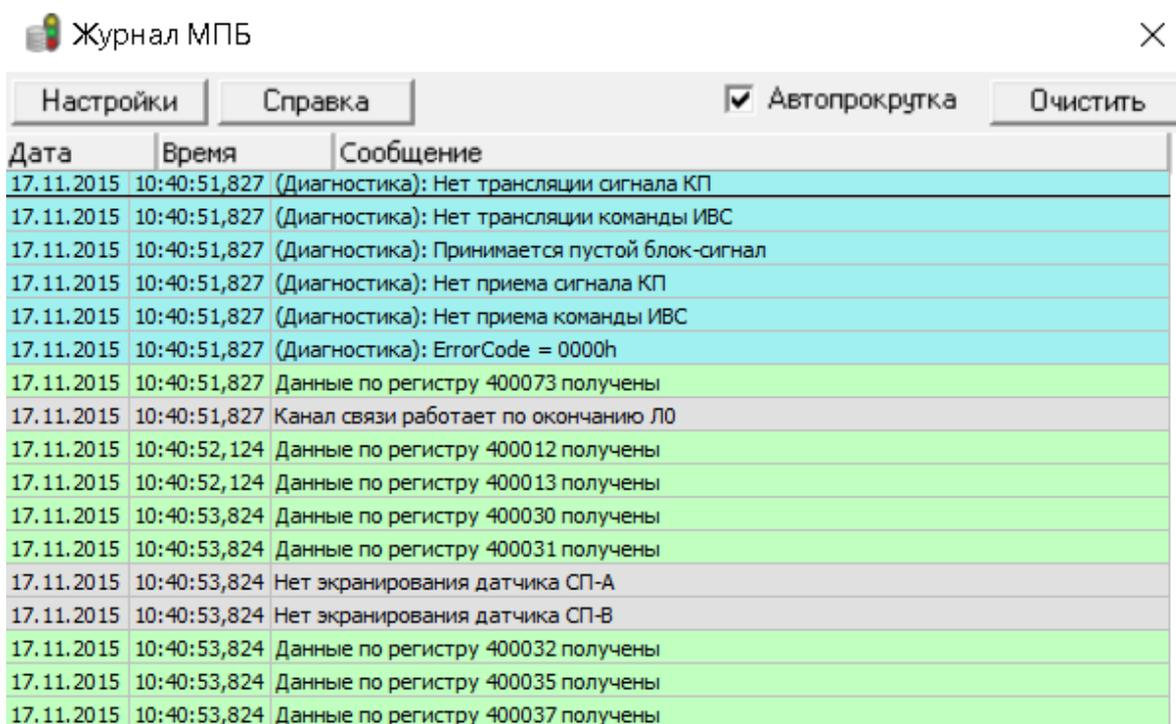
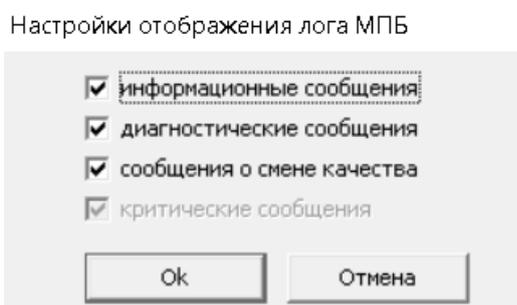

Рисунок 7.28 – Системный журнал МПБ, размещенный в отдельном окне
Рисунок 7.29 – Окно настроек журнала МПБ
Внешний вид и логика работы журнала МПБ (рисунок 7.28) аналогичны (за исключением нескольких отличий) внешнему виду и логике работы журнала АРМ ЭЦ, описание которого приведено в пункте 7.6.
- в таблице сообщений журнала МПБ всегда отображается постоянное количество столбцов (рисунок 7.28);
– журнал МПБ имеет свои категории сообщений, настраиваемые в окне «Настройки отображения лога МПБ» (рисунок 7.29). Данное окно вызывается нажатием кнопки «Настройки», располагающейся в верхней части журнала МПБ (рисунок 7.28);
вызывается нажатием кнопки «Справка», располагающейся в верхней части журнала МПБ (рисунок 7.28).